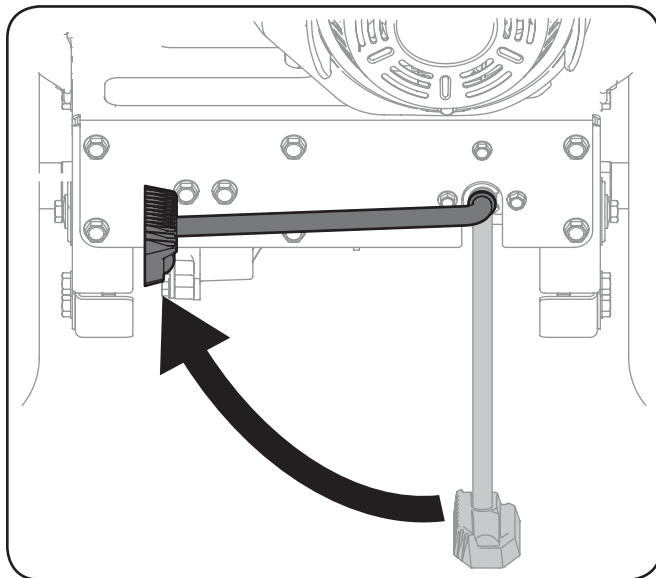

Figura 5-6
2. Coloque el soporte Latch'n Lock™ en la posición de bloqueo (Up [arriba]), consulte la Figura 5-6.